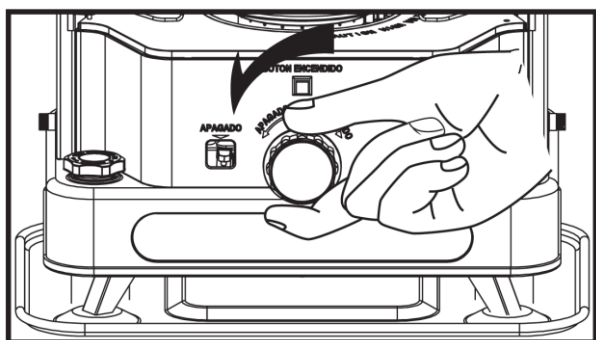

Bild 12
1. Tryck ned den manuella avstängningsknappen och vrid reglaget moturs till OFF. (Bild 12)